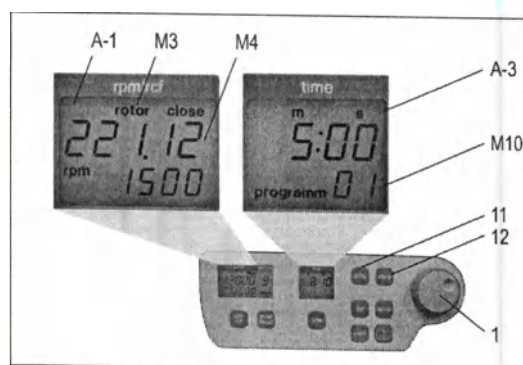

Рисунок 24
Установите требуемый ротор в центрифугу. После нажатия кнопки «prog» [программа] (11) на дисплее «time» [время] (A-3) появится слово «program» [программа] (см. Рисунок 24). Вращая верньер (1), выберите необходимый номер программы.
Если номер уже занят, то на дисплее «rpm/rcf» [об/мин / центробежное ускорение] (A-1) появятся слова «rotor» [ротор] (M3) и «22х.хх» (M4) (см. рисунок 24). В случае, если номер свободен появится 0.